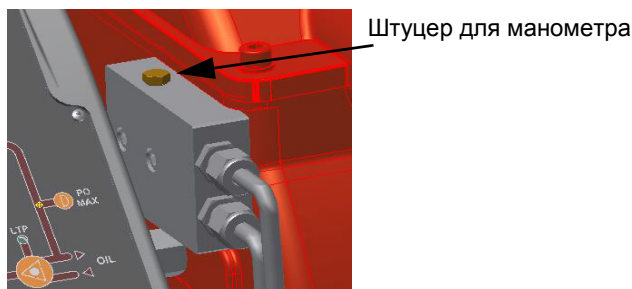

Рис. 14
- 6 Давление питания форсунки уже отрегулировано заранее на заводе-изготовителе и не должно изменяться. Только в случае необходимости, отрегулировать давление питания (см. соответствующий параграф) следующим образом: установить манометр в положение, указанное на Рис. 14, воздействовать на регулировочный винт **VR** насоса (см. Рис. 13) до получения на форсунке давления в 20 бар (форсунки Monarch или форсунки Bergonzo - см. на стр.24-25);
- 9 Давление питания форсунки уже отрегулировано заранее на заводе-изготовителе и не должно изменяться. Только в случае необходимости, отрегулировать давление питания (см. соответствующий параграф) следующим образом: установить манометр в положение, указанное на Рис. 14, воздействовать на регулировочный винт **VR** насоса (см. Рис. 38) до получения на форсунке давления в 20бар (форсунки Monarch или форсунки Bergonzo - см. на стр.33-34);